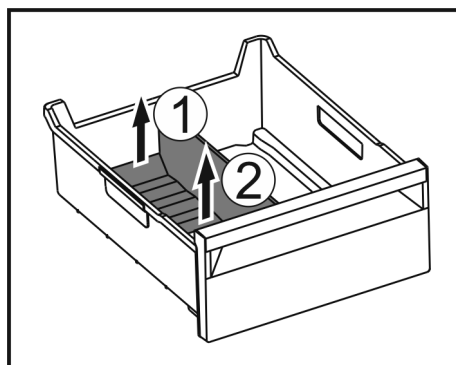

Fig. 195
- ▶ Levantar la parte posterior del separador para congelador. Fig. 195 (1)
- ▶ Extraer el separador para congelador hacia arriba. Fig. 195 (2)